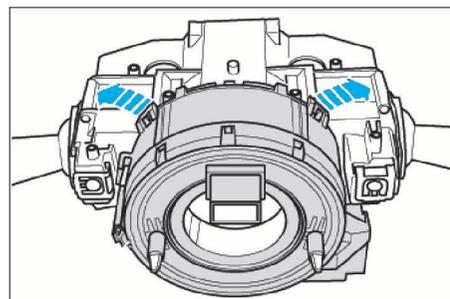

FIG. 15
- Enfoncer un foret (2) Ø 2,5 mm d'environ 45 mm dans l'alésage (flèche) du calculateur de colonne de direction, afin de déverrouiller l'agrafe (3).
- Déverrouiller les agrafes (flèches) et sortir le contacteur tournant (Fig.15).